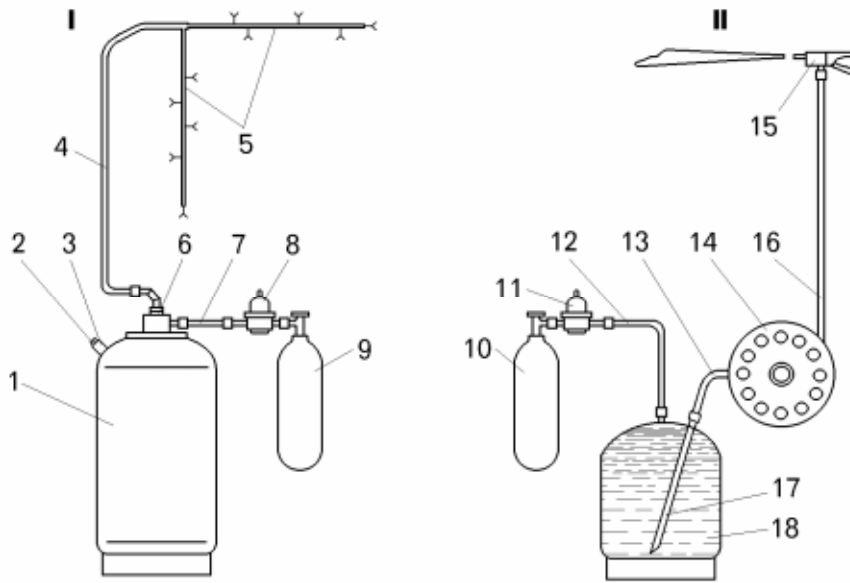
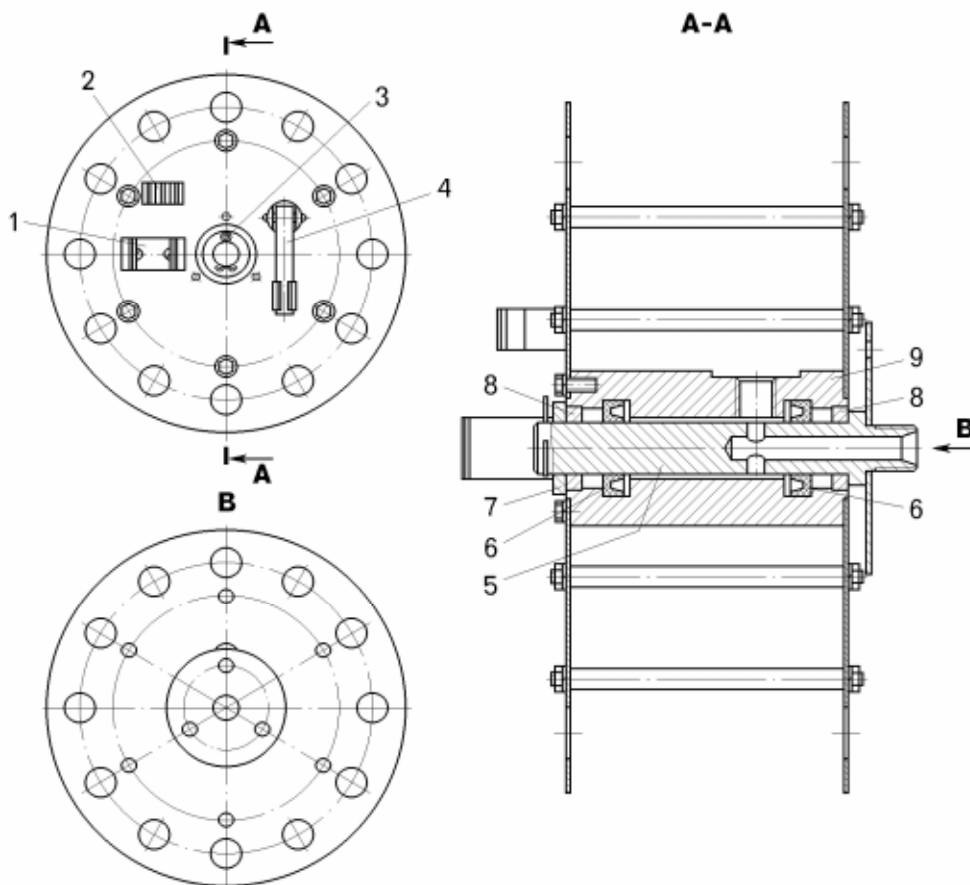

Рисунок 15.1 — Система комбинированного пожаротушения:
Рисунок 15.3 — Барабан растворной линии:
Система пожаротушения состоит из двух независимых линий – порошковой I (рисунок 15.1) и растворной II, которые могут быть включены как одновременно, так и раздельно. Порошковая линия служит для тушения пожара в двигательном отсеке, топливном и масляном баках. Растворная линия служит для тушения пожара в местах, находящихся вне зоны защиты порошковой линии и в местах повторного возгорания.
- отсоединить редукторы 8 или 11 (смотри рисунок 15.1) от баллонов 9 или 10;
- отсоединить редуктор 8 (смотри рисунок 15.1) от баллона 9;
- отсоединить редуктор 11 (смотри рисунок 15.1) от газового баллона 10;
- извлечь шплинт 3 (рисунок 15.3) из отверстия оси барабана 5 и снять шайбу 7;
- снять барабан 14 (смотри рисунок 15.1) вместе с рукавом 16 и запорным устройством 15 с оси 5 (смотри рисунок 15.3);
- отсоединить рукав 16 (смотри рисунок 15.1) от запорного устройства 15;
- смазать ось барабана 5 (смотри рисунок 15.3) смазкой Литол-24 и установить на нее барабан;